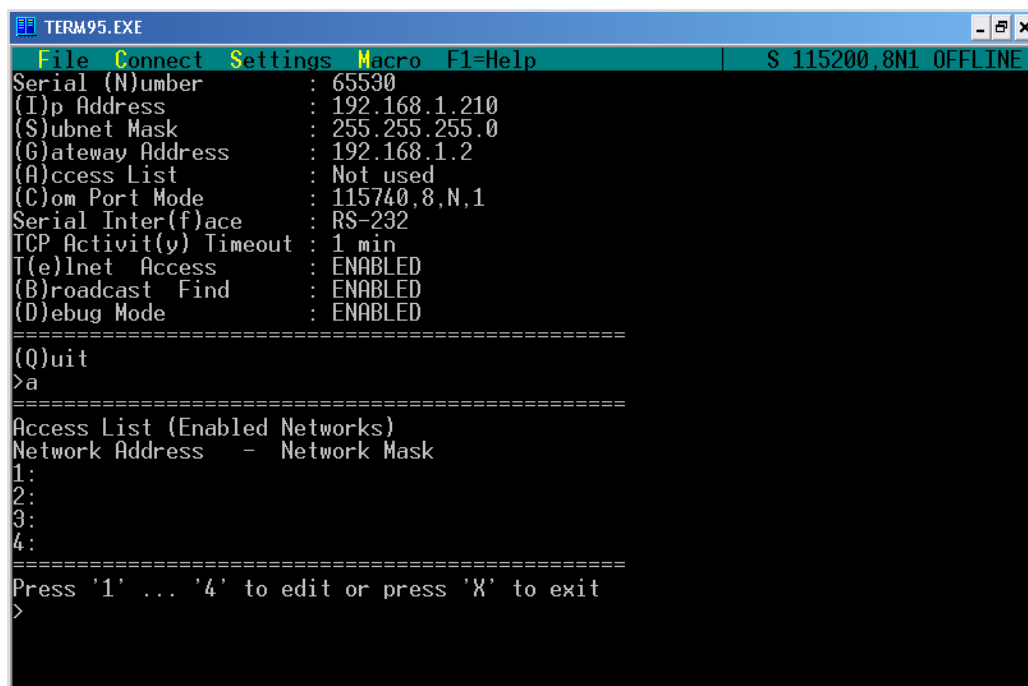

Рисунок 15– Изменение списка доступа
2.7.3. При переходе в режим изменения списка доступа (нажата кнопка А) появляется редактор списка (см. рисунок 15):